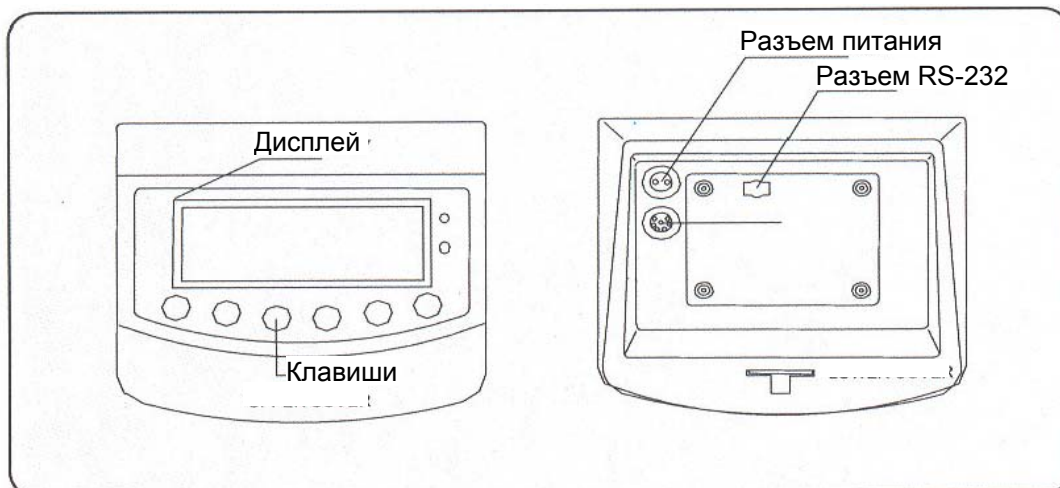

Рисунок 4.1 - Общий вид лицевой и задней панели и расположение их основных элементов
- Подключите провод питания к разъему питания (см. рис. 4.1).